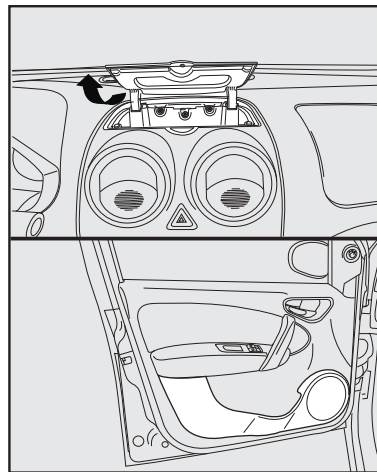

fig. 64
- na parte superior central do painel e nos painéis de portas **fig. 64;**